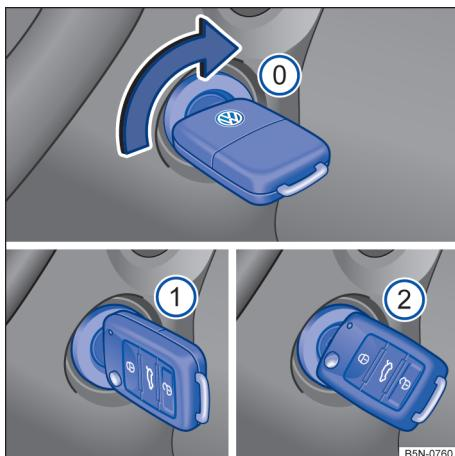

Fig. 79 Ao lado do volante, à direita: posições da chave do veículo no cilindro da ignição.
Posições da chave do veículo → Fig. 79
4.	Girar a chave do veículo no cilindro da ignição para a posição → Fig. 79 ① para ligar a ignição. Nesse instante a luz de controle do sistema de partida aquecida  irá se acender no instrumento combinado.
6.	Girar a chave do veículo no cilindro da ignição para a posição → Fig. 79 ② para dar partida no motor – não acelerar. Caso a etapa 5 não seja respeitada, a luz de controle  irá piscar indicando a necessidade de interromper o procedimento de partida e repeti-lo após retornar a chave para a posição → Fig. 79 ① e aguardar aproximadamente 10 segundos.
5.	Girar a chave do veículo no cilindro da ignição para a posição → Fig. 79 ①.